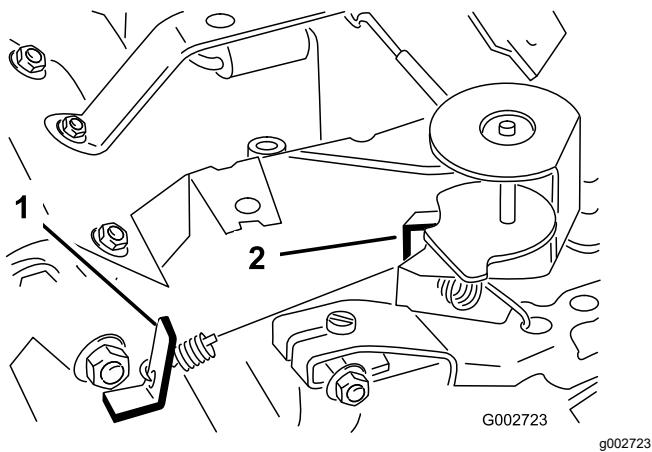

図 39
- 調速アイドルスプリングアンカーの耳図 39を曲げて、エンジン速度を $1725 \pm 50 \text{ rpm}$ に調整する。
6. 高速アイドルスプリングアンカーの耳図 39を曲げて、エンジン速度を 3400 ± 50 rpm に調整する。